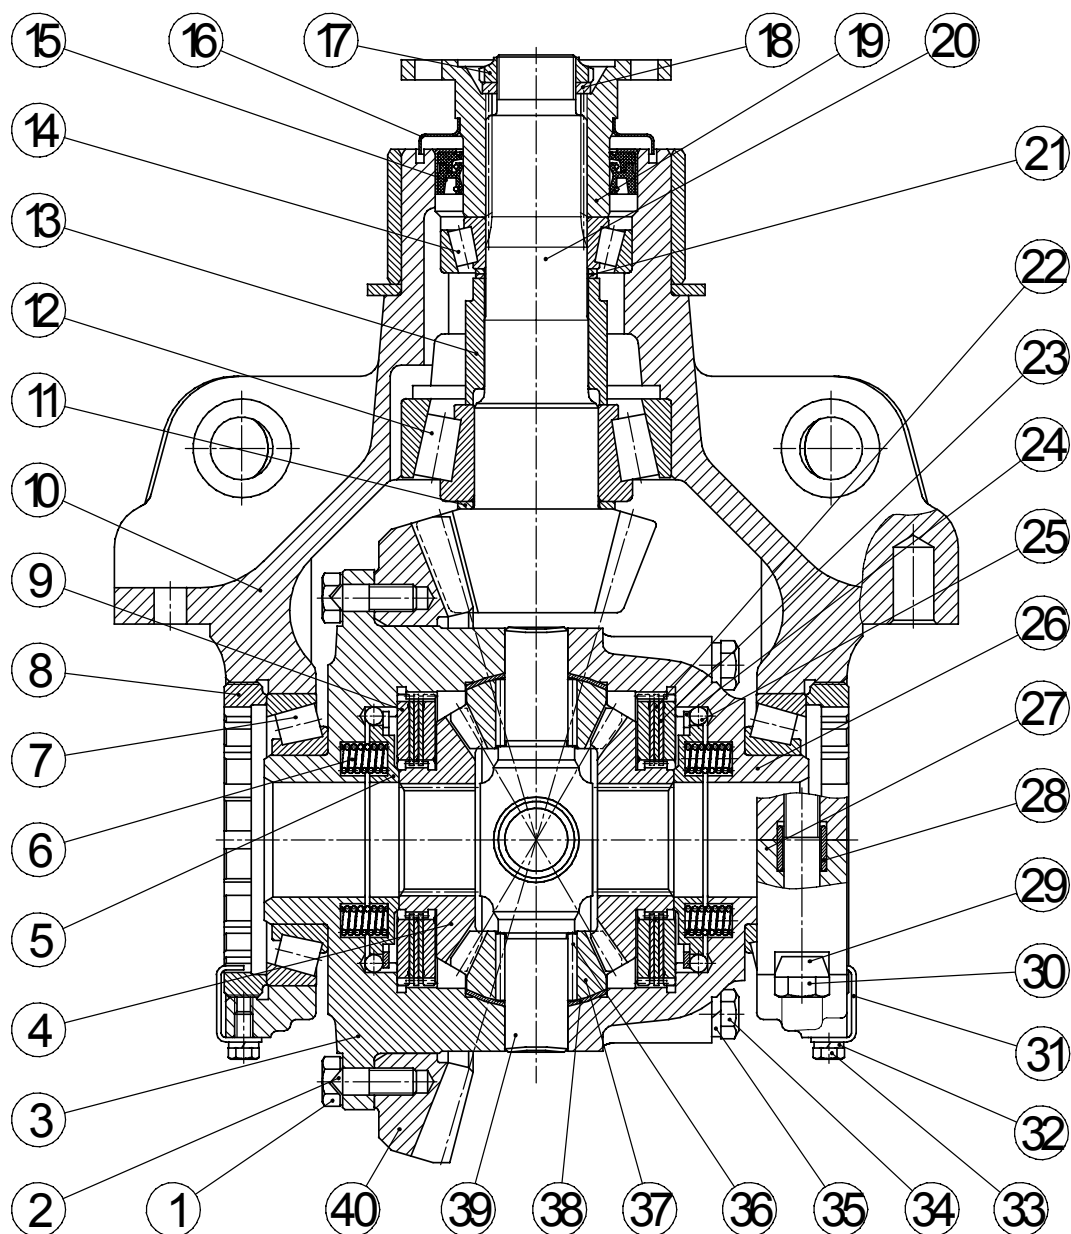

Рис. 5.8-2 Центральный редуктор:
Главная передача и дифференциал смонтированы в одном блоке – центральном редукторе ПВМ (рис. 5.8-2).
- Корпус дифференциала 3 и крышку 26 (рис. 5.8-2) следует заменять только в комплекте, при этом они должны иметь одинаковые номера. При соединении корпуса 3 с крышкой 26 эти номера необходимо совмещать.